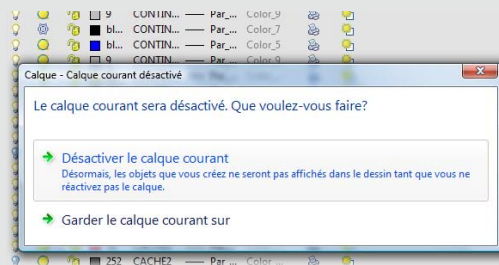

Figure 10
- AutoCAD nous questionne lorsque l'on veut désactiver tous les calques (voir Figure 10). Dans notre exemple, cette question n'est pas primordiale, nous choisissons de désactiver également le calque courant.